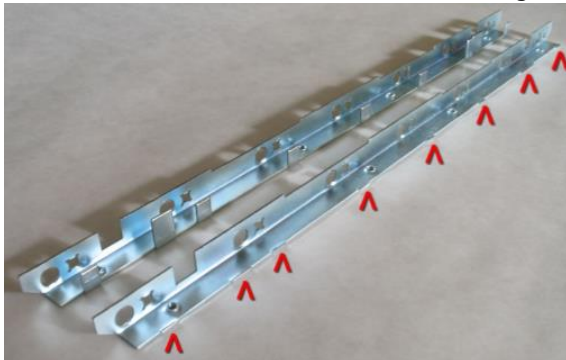

Bild 1
Da Sie beim Einbau die seitlichen Sicherungslaschen gegen das Herausrutschen der Federblätter nun nicht mehr benötigen, empfehlen wir die Entfernung derselben (in Bild 1 vorne rot markiert). Damit können Sie die Sechskantschrauben (F) besser montieren. Sollten Sie das optional erhältliche Getriebe „Gearbox Modern Type“ von ElMod einbauen, so müssen Sie mindestens die überstehenden Laschen im Heckbereich bündig kürzen (in Bild 2 rot markiert).